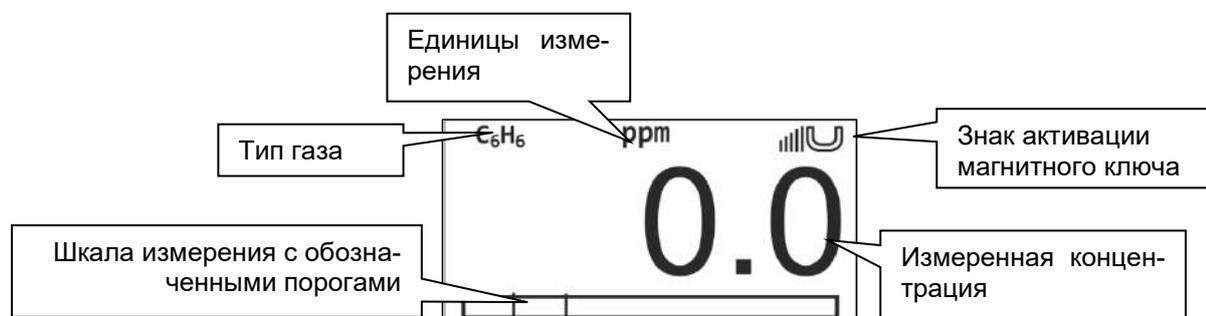

Рисунок 4– Лицевая панель AXIOM
- На лицевой панели газоанализатора расположены (рис. 4):